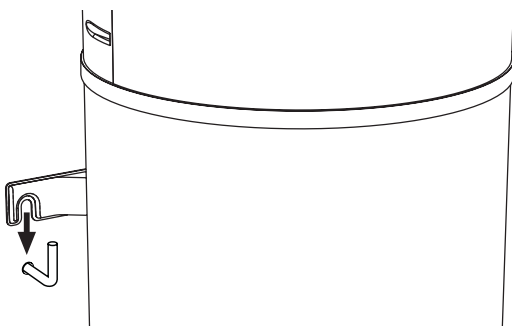

fig. 31 - Fixation au mur
- Accrocher la chaudière avec le support de fixation spécifique (fig. 31).